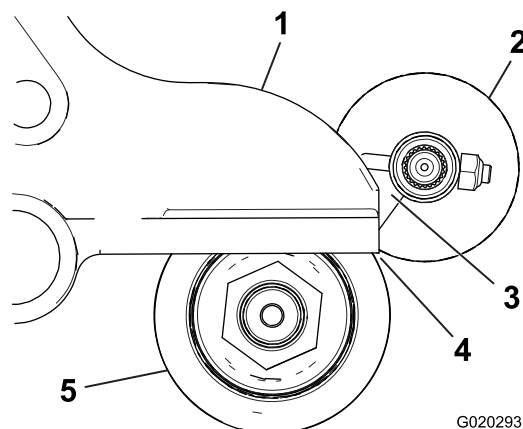

Bild 9
2. Positionieren Sie die Rollenbürste so, dass sie die Heckrolle berührt oder aufliegt (Bild 9).